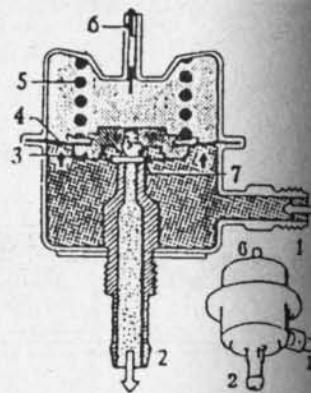

Fig. 3-12.— Regulador de presión
**Regulador de presión.**— Es del tipo mecánico y consta de un disco y membrana, que mantienen cerrada la válvula (7) (Fig. 3-12). Si la presión de la gasolina sube de 2 kg./cm2, se abre esta válvula, permitiendo el retorno de gasolina al estanque, desde el tubo (6).